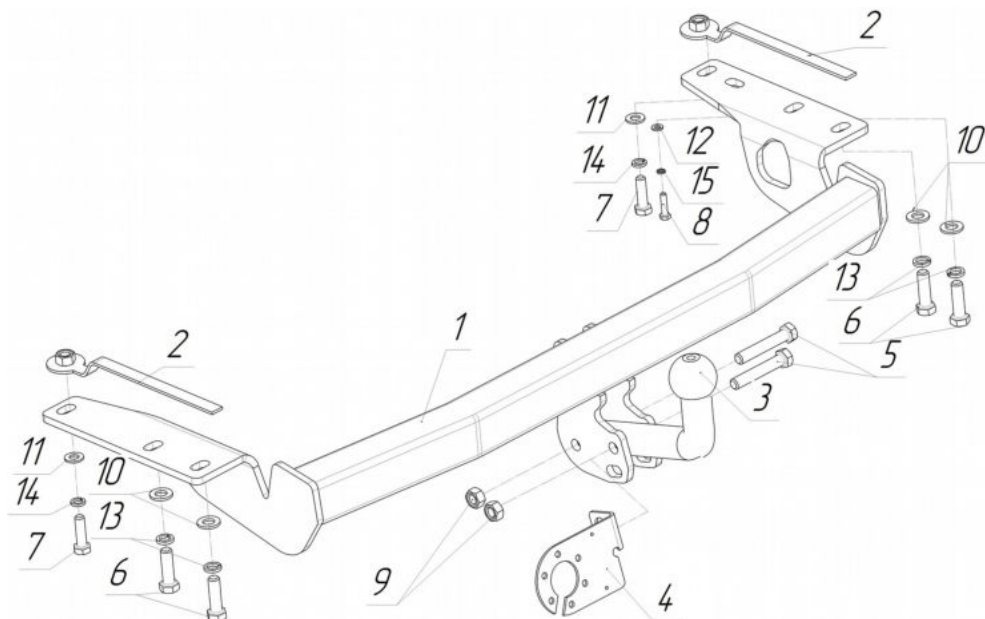

Рис.1.
- Установить ТСУ (рис.1) на автомобиль, используя крепежные элементы (поз.6,7,10,11,12,13) и закладные пластины(поз.2) см. (рис.1);